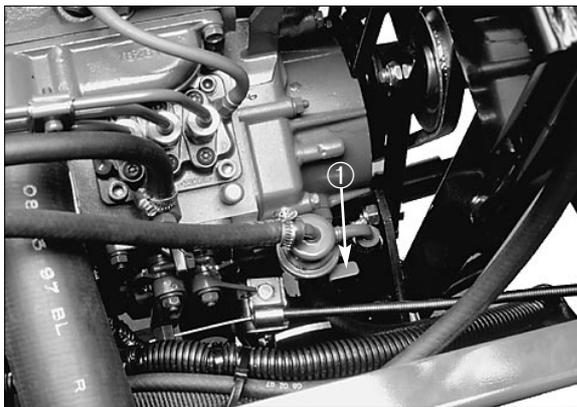

Fig. 16
3. Agire sulla leva della pompa carburante (Fig. 16) finché da attorno alla vite non esce un flusso costante di carburante. Serrare la vite di spurgo dell'aria.
5. Agire sulla leva sulla pompa del carburante (Fig. 16) finché da attorno alla vite, sulla pompa di iniezione, non esce un flusso costante di carburante. Serrare la vite di spurgo dell'aria.